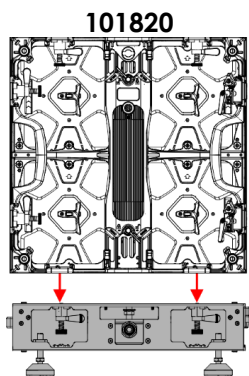

Fig. 27
- 02) Coloque la pantalla LED encima de la barra de rigging de forma que los cierres rápidos de la barra de rigging se puedan acoplar en las **aberturas para los cierres rápidos (11)** de la parte inferior de la pantalla LED como se muestra en las Fig. 27 y 28.